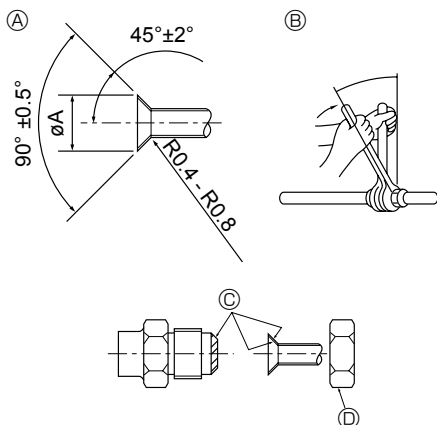

Fig. 4-1
4.1. Aansluiten van de pijpen (Fig. 4-1)